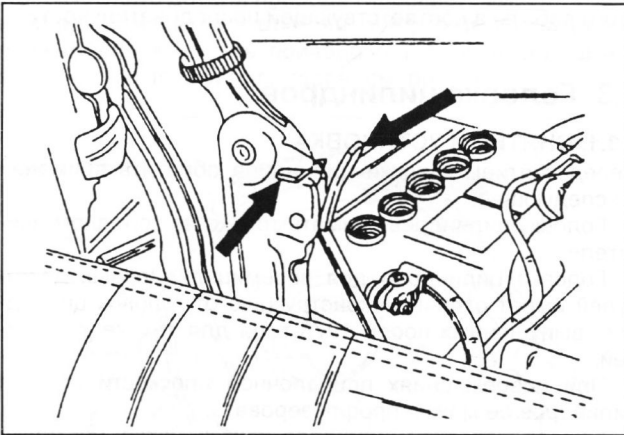

Рис. 9. Открыть капот в положение под углом 90° .
♦ Во избежание повреждений на крылья автомобиля положить защитные чехлы. Стопорный рычаг на левом кронштейне капота освободить и капот поднять вверх до выхода рычага из зацепления. Затем освободить стопорный рычаг на правом кронштейне капота. Капот перевести в вертикальное положение. На рис. 9. показано положение защелки.
- ♦ Капот автомобиля поставить в вертикальное положение как при снятии двигателя (см. рис. 9).